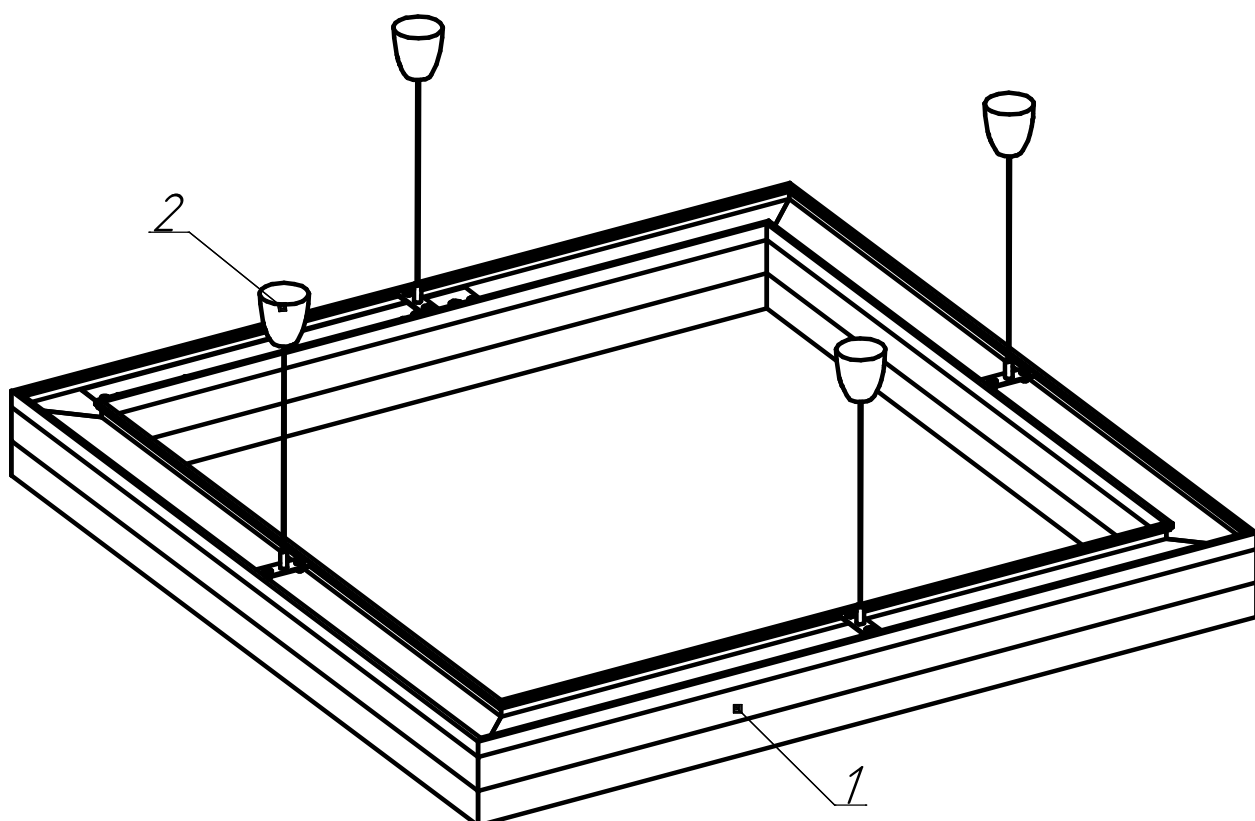

Рисунок 3 - Схема подвеса светильников
5.3.1 Присоедините винтами тросовые подвесы к пластинам для подвеса (поставляются в комплекте), затем установите их на светильник. Закрепите пластины для подвеса при помощи винтов на светильнике, предварительно установив их в центре каждой из сторон светильника (см. рисунок 3).